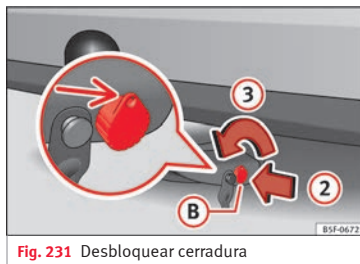

Fig. 231 Desbloquear cerradura
- Introduzca la llave **(B)** en la cerradura en sentido de la flecha **(2)** » **fig. 231**.